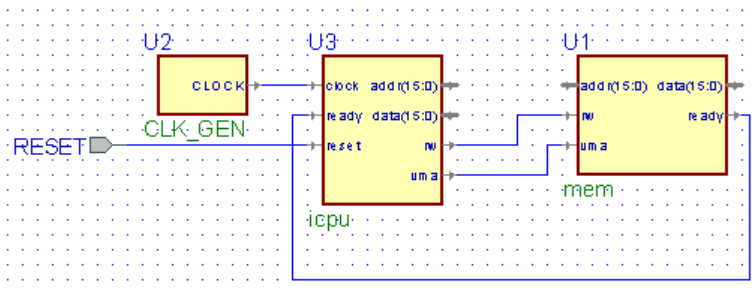

Рисунок 2.14 – З'єднання компонентів логічної схеми
2.5.9 Виконаємо з'єднання компонентів логічної схеми. Один провідник прокладається за допомогою інструменту **Wire** редактора BDE. Для виконання з'єднання треба активізувати кнопку **Wire** панелі інструментів, клацнути на контакт-джерелі, перемістити курсор і клацнути на контакт-одержувачі. До логічної схеми буде додано з'єднання. Щоб видалити помилково виконане з'єднання, треба використовувати інструмент **Select**. За його допомогою виділіть компонент логічної схеми і, натиснувши кнопку **DELETE** клавіатури, видаліть його. Зробіть з'єднання, як показано на рис. 2.14.